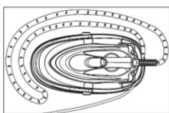
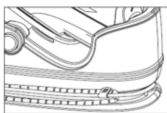
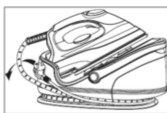
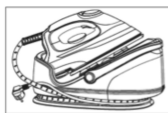

Fig. 11
Fig. 12
Fig. 13
Fig. 14
Plegar el cable de alimentación de la plancha (7) y enrollarlo en el mismo sentido que los punteros del reloj alrededor de los ganchos de la base (fig. 11). Junte el cable de alimentación de la plancha (7) y el cable de alimentación de la base (8) (fig. 12). Enrolle el cable de alimentación de la base (8) en el mismo sentido que los punteros del reloj alrededor de los ganchos de la base y prender el enchufe con el cable de alimentación de la plancha (7). (fig. 13 y fig. 14)